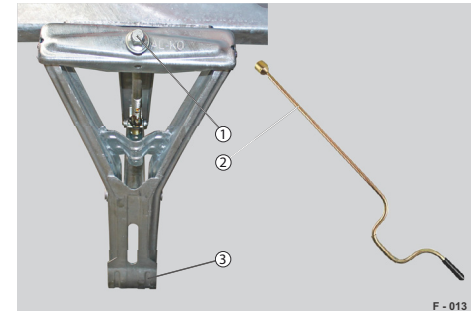

Abb. 39 Teleskopkurbelstütze herunterkurbeln
- ▶ Kurbel (Abb. 39/2) auf den Kurbelansatz stecken (Abb. 39/1).
- ▶ Kurbeln, bis der Stellfuß (Abb. 39/3) den Untergrund erreicht.